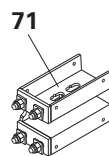

Fig. D1.04
L'équerre amovible VARIO (71) est une fixation à vis destinée à la mise en place ultérieure d'une filière acier VSRZ (72) ou d'un flasque de contreventement. (Fig. D1.04 + D1.05)